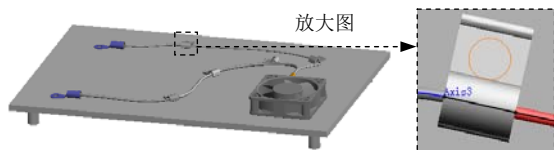

图 11.8.56 电线移到线夹
Step3. 单击对话框中的 按钮，完成将电线移到线夹的创建，如图 11.8.56 所示。